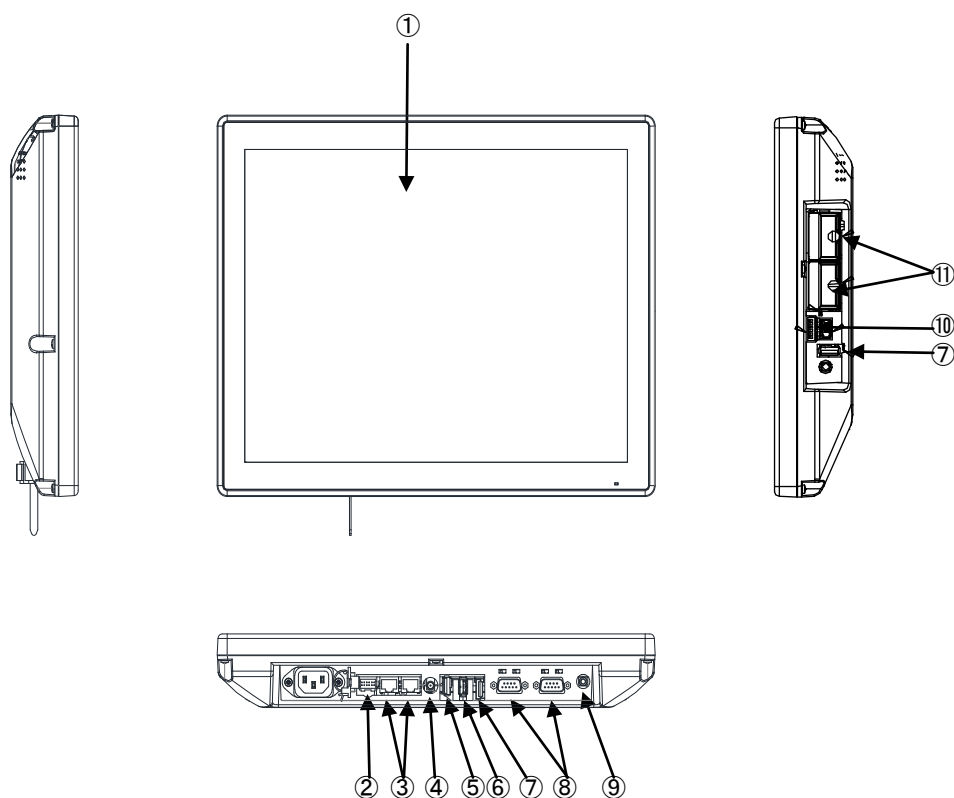

図 3-1-1. 外形図 (AS4A-150BN)
AS4A シリーズの例として、AS4A-150BN の外形図を図 3-1-1 に示します。各部名称を図 3-1-1 に示します。
COM1	SI01 (図 3-1-1 ⑧) アプリケーションでシリアル通信に使用できます。 シリアルポート設定スイッチと組込みシステム機能のシリアルコントロール機能を使用することで、RS-232C/422/485 を切替えることができます。
COM2	SI02 (図 3-1-1 ⑧) アプリケーションでシリアル通信に使用できます。 シリアルポート設定スイッチと組込みシステム機能のシリアルコントロール機能を使用することで、RS-232C/422/485 を切替えることができます。
ローカルエリア接続	LAN1 (図 3-1-1 ⑥): 1000BASE Ethernet
ローカルエリア接続 2	LAN2 (図 3-1-1 ⑥): 1000BASE Ethernet